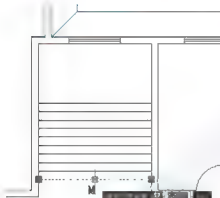
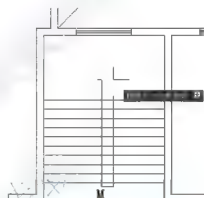

图 2.115 定义相对坐标基点
图 2.116 绘制矩形的左下角点
(1) 在命令行无命令的状态下单击图 2.115 中的 M 线, 然后将中间的蓝色夹点单击成红色, 按 Esc 键两次取消夹点。注意, 此步骤的操作非常重要, 这里通过此步操作定义了下一步操作的相对坐标基本点。
(2) 单击【绘图】工具栏上的【矩形】图标  (快捷键 REC), 启动【矩形】命令。
① 在指定第一个角点或 [倒角(C)/标高(E)/圆角(F)/厚度(T)/宽度(W)]: 提示下, 输入 “@-80, -110” 后按 Enter 键, 把矩形的左下角点绘制在刚才定义的相对坐标基本点偏左 80、偏下 110 处, 如图 2.116 所示。